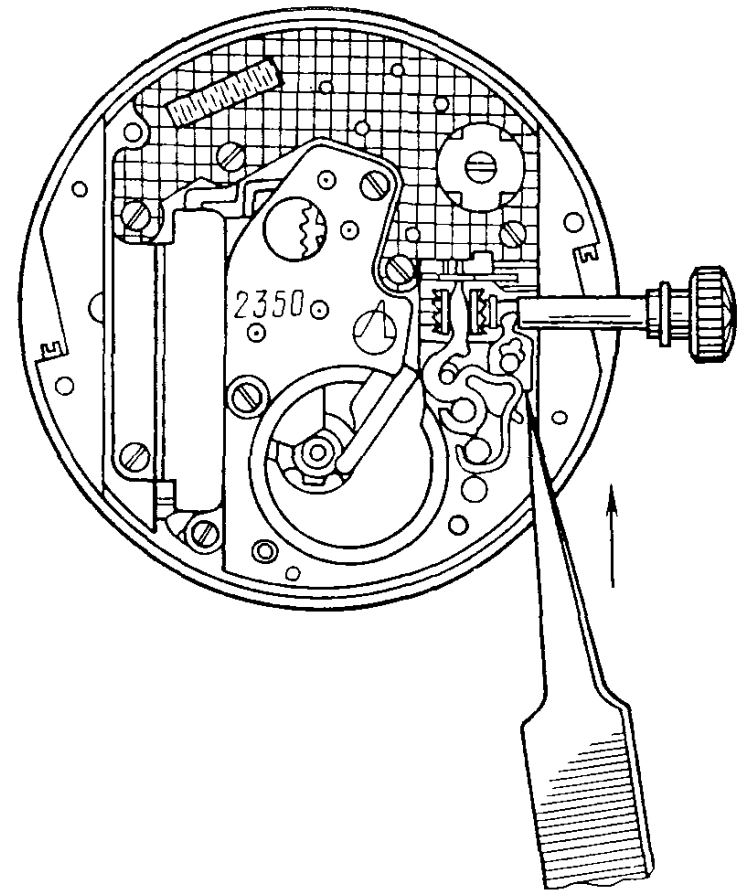

Рис. 117. Установка вала переводного в механизм
12. Установить вал переводной в механизм (рис. 117)